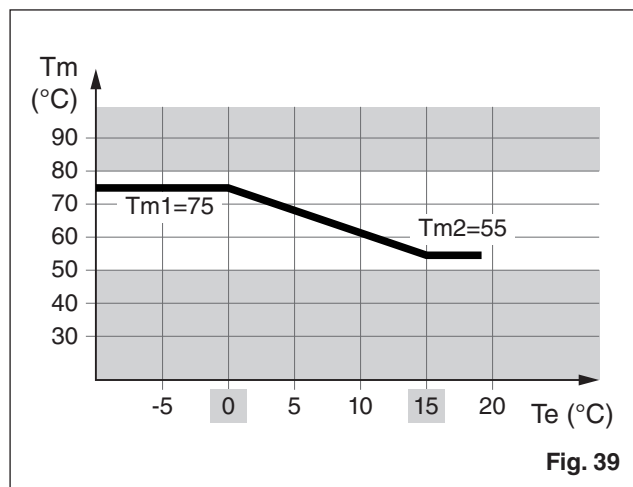

Fig. 39
En la Fig. 39 se muestra un ejemplo de la recta que determina la relación entre temperatura de envío de la instalación (TM) y temperatura externa (TE).